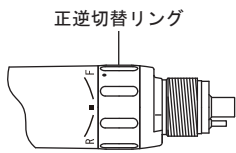

図 3
- 1) 正回転させる時は、正逆切替リングをF側へ回します。(図3)